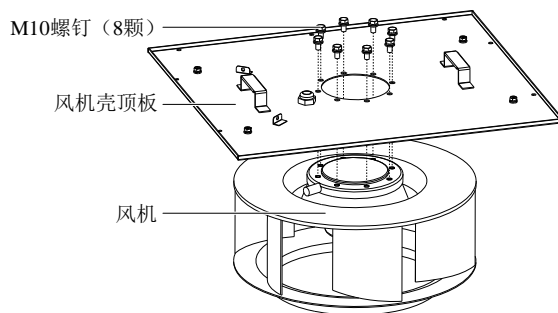

图9-7 更换风机
5. 拆下风机壳顶板上的 8 颗 M10 螺钉，即可拆下旧风机，然后换上事先准备好的相同型号风机，如图 9-7 所示。